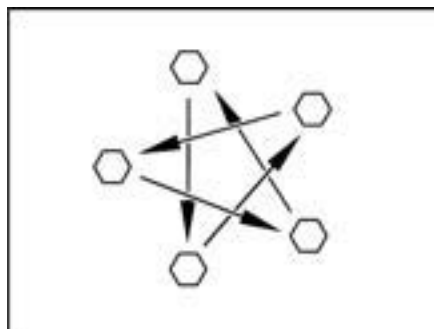

Bild 263 Radmuttern oder Radschrauben über Kreuz anziehen
- Radmuttern oder Radschrauben regelmäßig auf festen Sitz prüfen. Radmuttern oder Radschrauben eines ausgewechselten Rades nach 50 km über Kreuz nachziehen (Bild 263).
- ▷ Radmuttern oder Radschrauben über Kreuz anziehen (Bild 263).